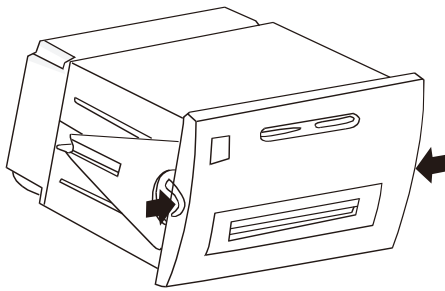
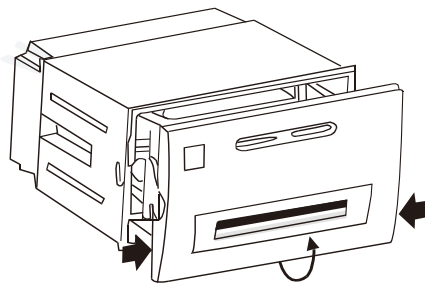
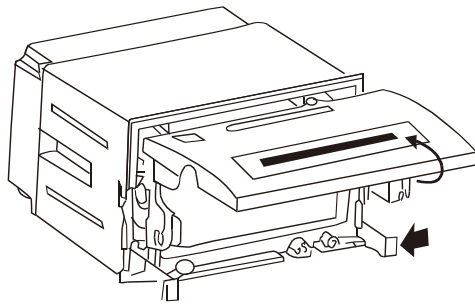
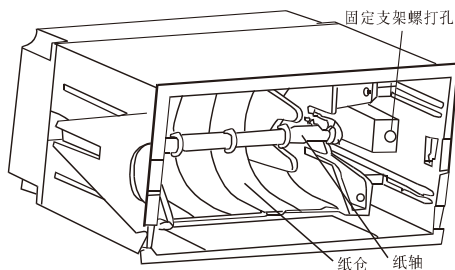

图 2
图 3
图 4
图 6
(1) 拉出打印机的前盖板、机头架及纸仓,如图2 所示。
(2) 拉住机头架左右角翻转90度，如图3、4。
(3) 从打印机纸仓中拉出纸卷轴。如果打印机上已有纸卷,可跳过这步,到第(5)步。
(4) 将新纸卷套在纸卷轴上，并轻轻推入纸仓中的纸卷轴卡槽中，一定要确认纸卷轴已安装牢固，如图6、7。
(1) 拉出盖、机头架及纸仓，如图2；按住机头架下方固定挂钩并翻开机盖，如图3；打开后形状（会看到打印头），如图4。